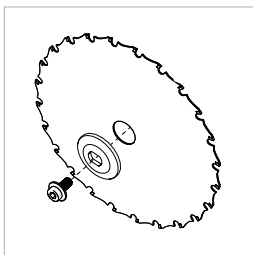

Fig. 20b
- Montieren Sie den äußeren Sägeblattflansch und den Flanschbolzen. **(Abb. 20b)**